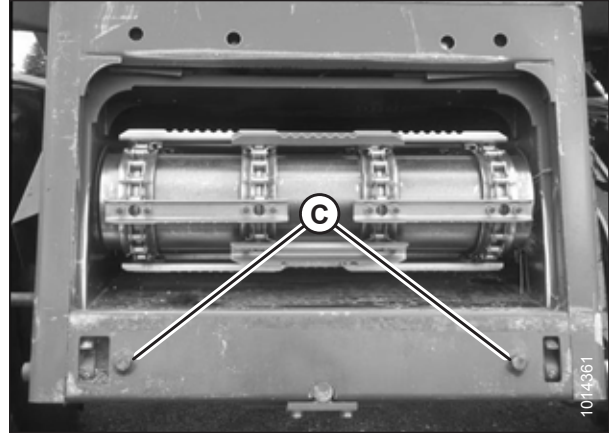

Abbildung 4.61: AGCO Anbaunasen
3. Den Mähdrescher anlassen und langsam auf das Schneidwerk zufahren, bis der Schrägförderer direkt unter dem Aufnahmerahmen am Floatmodul (A) ist und die Verriegelungsbolzen (C) (siehe Abb. 4.61, Seite 360) am Schrägförderer auf die Rundlöcher (B) im Floatmodul-Tragrahmen ausgerichtet sind.